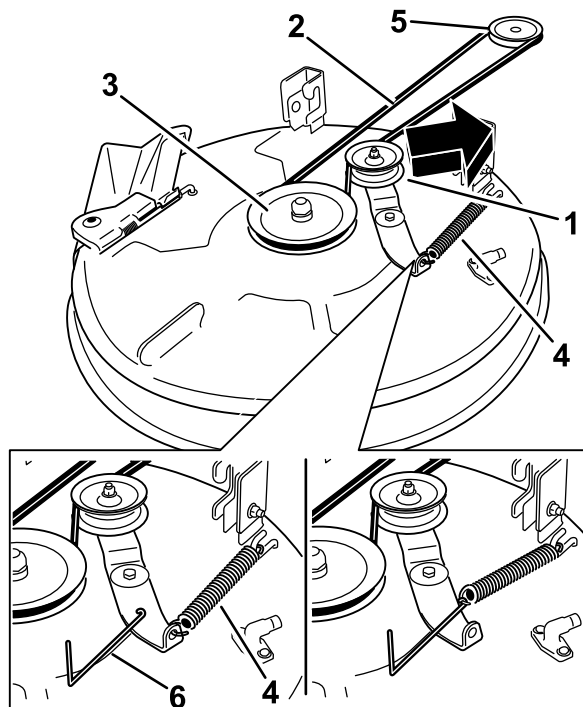

Figure 56
4. À l'aide d'un outil de dépose de ressort (réf. Toro 92-5771), décrochez le ressort du crochet sur le tablier pour éliminer la tension sur la poulie de tension et déchaussez la courroie des poulies (Figure 56).
5. Acheminez la courroie neuve autour de la poulie du moteur et des poulies du tablier de coupe (Figure 56).
6. À l'aide d'un outil de dépose de ressort (réf. Toro 92-5771), accrochez le ressort au crochet situé sur le tablier, ce qui a pour effet d'exercer une tension sur la poulie de tension et la courroie du tablier de coupe (Figure 56).